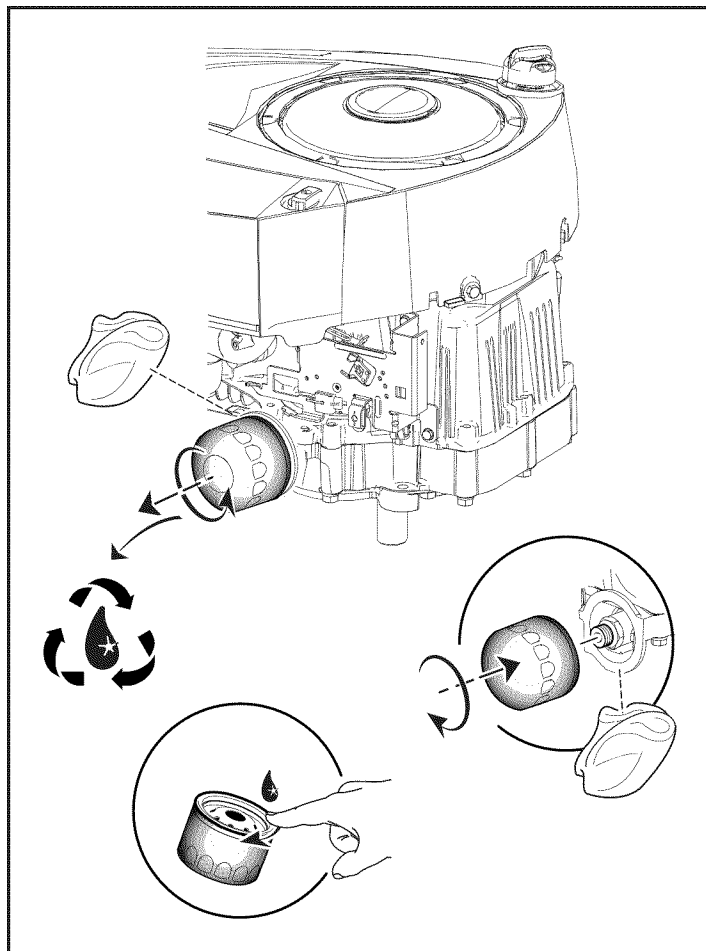

Figura 11
7. Lubrique ligeramente la junta del filtro de aceite con aceite limpio y fresco (véase Figura 11).